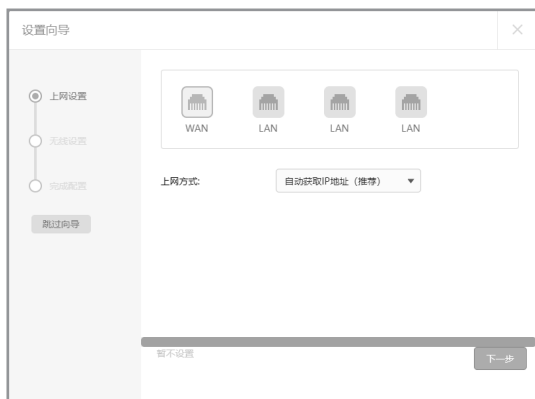

图4-3 上网方式--动态IP
2) 如果上网方式为动态IP, 即可以自动从网络服务商处获取IP地址, 不需要填写任何内容, 如图4-3所示。